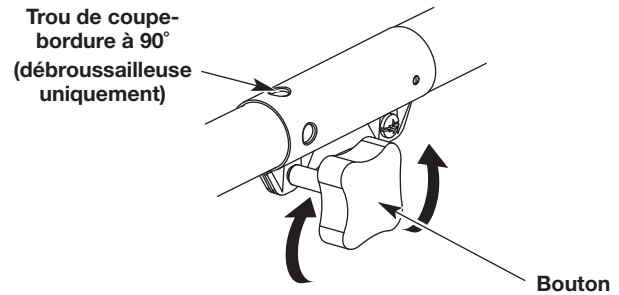
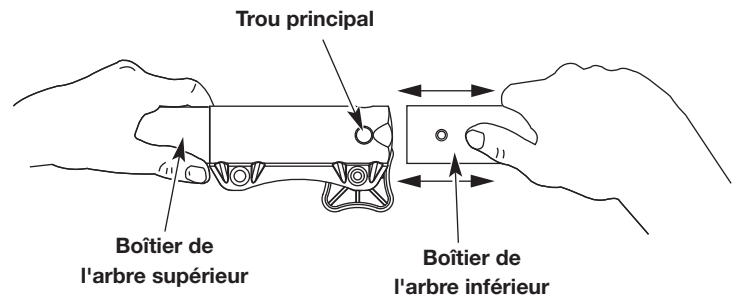

Fig. 3
Fig. 5
1. Desserrez le bouton en le tournant dans le sens inverse des aiguilles d'une montre (Fig. 3).
2. Pendant que vous tenez fermement l'accessoire, poussez-le directement dans le coupleur jusqu'à ce que le bouton-ressort saute en place dans le trou principal (Fig. 5).
3. Serrez le bouton en le tournant dans le sens des aiguilles d'une montre (Fig. 3).
ATTENTION : Avant d'utiliser cet appareil, assurez-vous que le bouton-ressort est bien enclenché dans le trou principal (Fig. 5), et que le bouton (Fig. 3) est bien serré.
Pour la taille décorative de bordures avec l'accessoire débroussailleuse, verrouillez le bouton-ressort de l'accessoire dans le trou à 90° (Fig. 3).
3. Tout en maintenant fermement le logement de l'arbre supérieur, tirez l'accessoire tout droit hors du coupleur (Fig. 5).